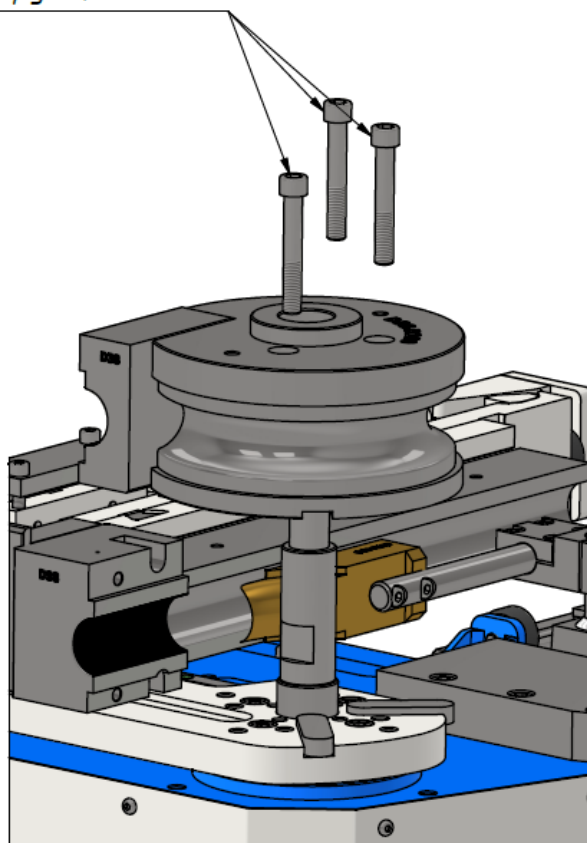

Рис. 4.2.2
5. Выкрутить фиксирующие болты гибочного ролика (рис. 4.2.2).